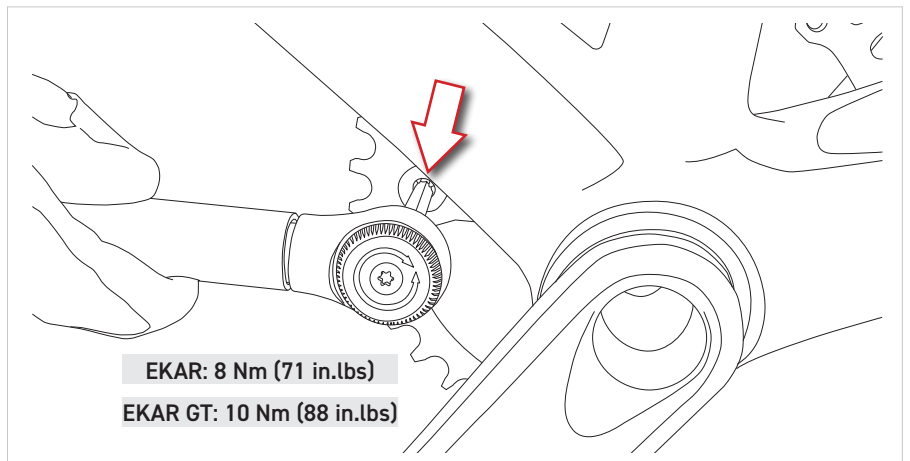

Abb.9
- Die Schrauben mit einem Drehmomentschlüssel auf **8 Nm (71 in.lbs)** für Ekar und auf **10 Nm (88 in.lbs)** für Ekar GT anziehen (Abb. 9).